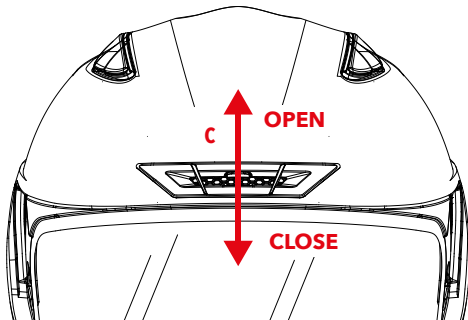

ABBILDUNG 7
### LUFTÖFFNUNG VORNE – C – Abbildung 7
- Abbildung 7: Bewegen Sie den zentralen Cursor nach unten, um die Luftöffnung zu schließen. Bewegen Sie ihn nach oben, um die Luftöffnung aufzumachen.